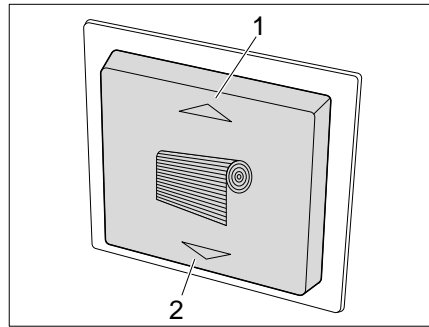
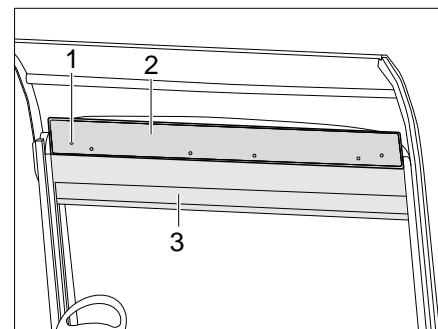

Bild 79 Schalter für Rollo
Bild 81 Notfunktion Rollo
- Taste (Bild 79/2) drücken. Der Rollo (Bild 81/3) für die Frontscheibe fährt nach unten.
- Taste (Bild 79/1) drücken. Der Rollo (Bild 81/3) für die Frontscheibe fährt nach oben.
- 6 Schrauben (Bild 81/1) am Rollokasten abschrauben und Blende (Bild 81/2) abnehmen.
- Kurbel in einen der beiden Motoren einhängen und Rollo (Bild 81/3) herauf- bzw. herunterfahren.